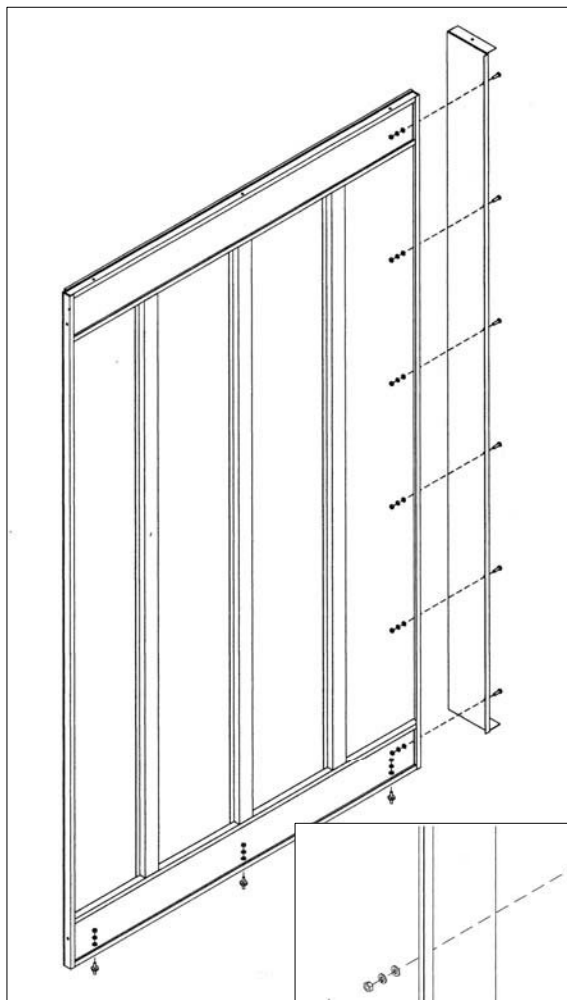
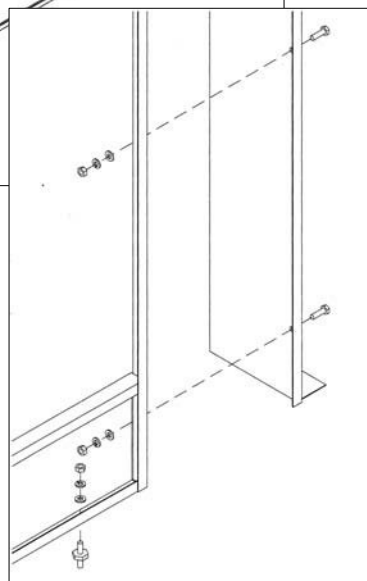

fig.6
fig.7
- Avvitare i perni , la spalletta destra e sinistra alle relative pareti laterali vedi fig.6 e fig.7.